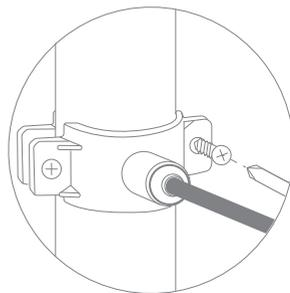

Рис. 14
- Прочно закрепите хомут на дренажной линии с помощью винтов (рис. 14). Винты крепления необходимо затягивать равномерно (без перекоса), чтобы обе части хомута располагались параллельно.